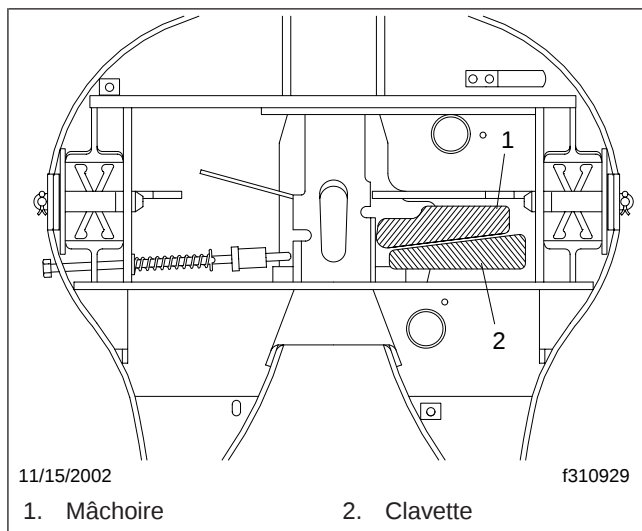

Fig. 5, Mâchoire et clavette (sellette d'attelage Fontaine)
4. Vérifiez la mâchoire et la mâchoire stationnaire pour voir s'il n'y a pas d'aplatissement; vérifiez que les dentelures au niveau de la mâchoire et de la clavette (**figure 5**) sont en bon état.